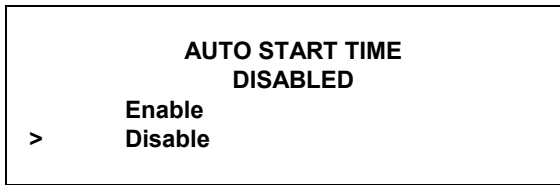

图 36
**AUTO START TIME**（自动开始时间）选项使店经理能够从待机模式设置机器每天自动进入自动模式的时间。如要在编程时间自动开始，机器必须处于待机模式，而且不存在冷冻机锁定状况。也可以关闭自动开始时间并请求人工开始自动模式。（见图 36）